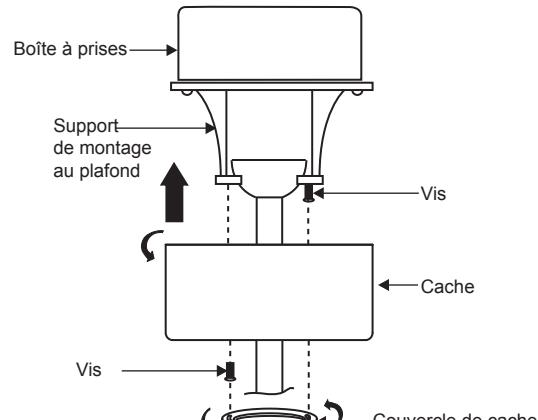

Fig. 14
Étape 2. Faites glisser le cache jusqu'au support de montage et placez l'une des principales fentes de trou au-dessus de la vis de montage sur le support de montage. Tournez le cache jusqu'à ce que la tête de la vis soit verrouillée en place à la section étroite du trou de serrure. Voir la figure 14.
**REMARQUE :** Régler les vis du cache jusqu'à ce que le cache et le couvercle du cache soient ajustés correctement. (Fig. 14)